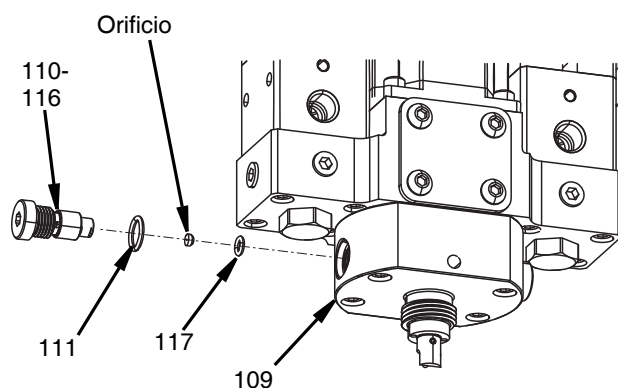

FIG. 29
3. Retire el orificio y la junta tórica del empaque (117) en la parte inferior de la cavidad del cuerpo de la válvula de retención y del orificio de la boquilla (109). Ver FIG. 29.